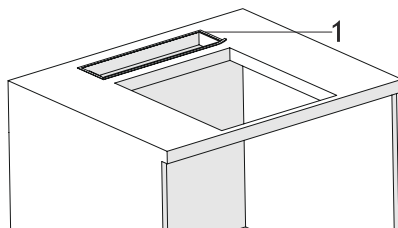

Fig. 13
- Placér tætningslisten rundt om udskæringshullet i bordet (Fig. 13).